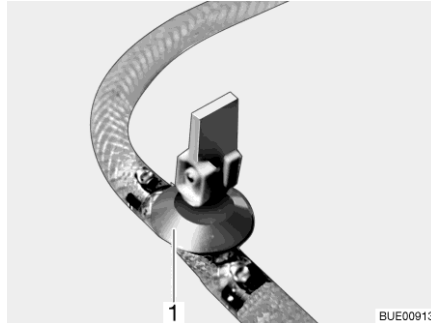

Bild 137 Avtappningskran
- Stäng avtappningskranen/avtappningskranarna. Ställ vipparmen (Bild 137,1) i vågrätt läge.
- Öppna avtappningskranen/avtappningskranarna (Bild 137). Ställ vipparmen (Bild 137,1) i lodrätt läge. Varmvattenberedaren töms utåt.